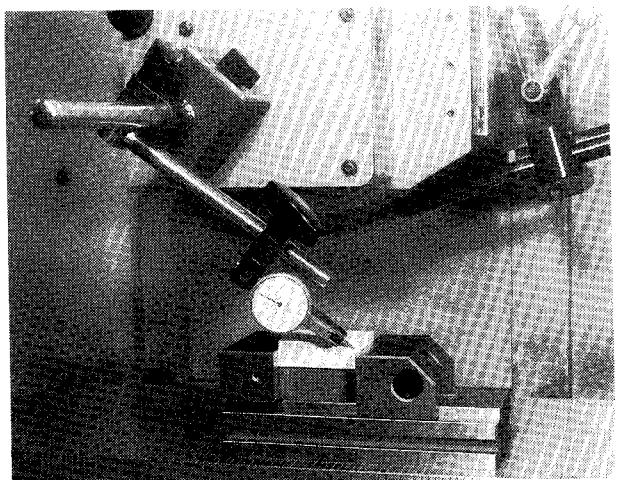

図 2-15
- ② 加工物の取り付けたバイスを電磁チャックの中央に置き、砥石をつけたインジケータを工作物の側面に当て、テーブル左右送りに対して平行になるように心出しをする。（図 2-15）
- ③ 電磁チャックのスイッチをONにしてバイスを固着する。